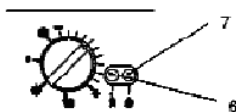

fig. 3.4
**A caldeira não funciona, a lâmpada 7 na fig. 3.4 está acesa.**
Carreguem no botão 6 à fig. 3.4 para restabelecer a caldeira.